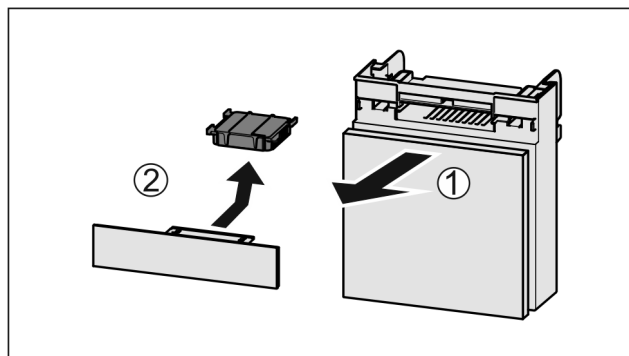

Fig. 128
- ▶ Extrageți Fig. 128 (1) compartimentul către înainte.
- Scoateți Fig. 128 (2) filtrul de cărbune activ.